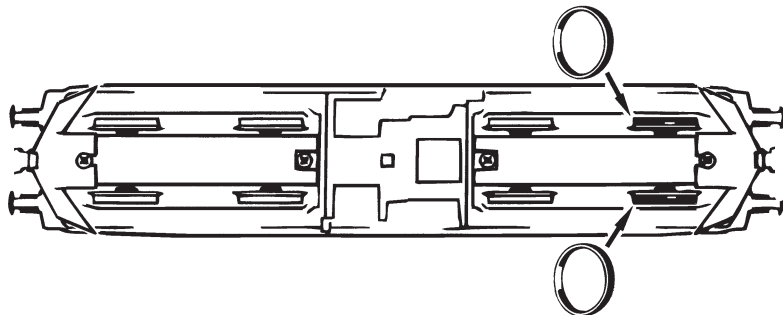
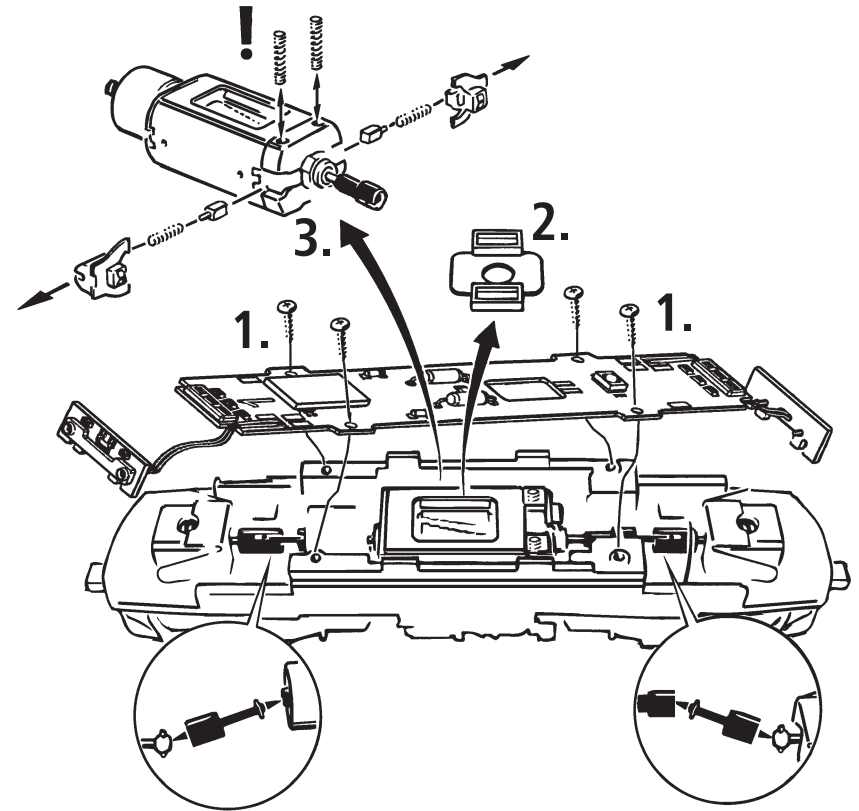
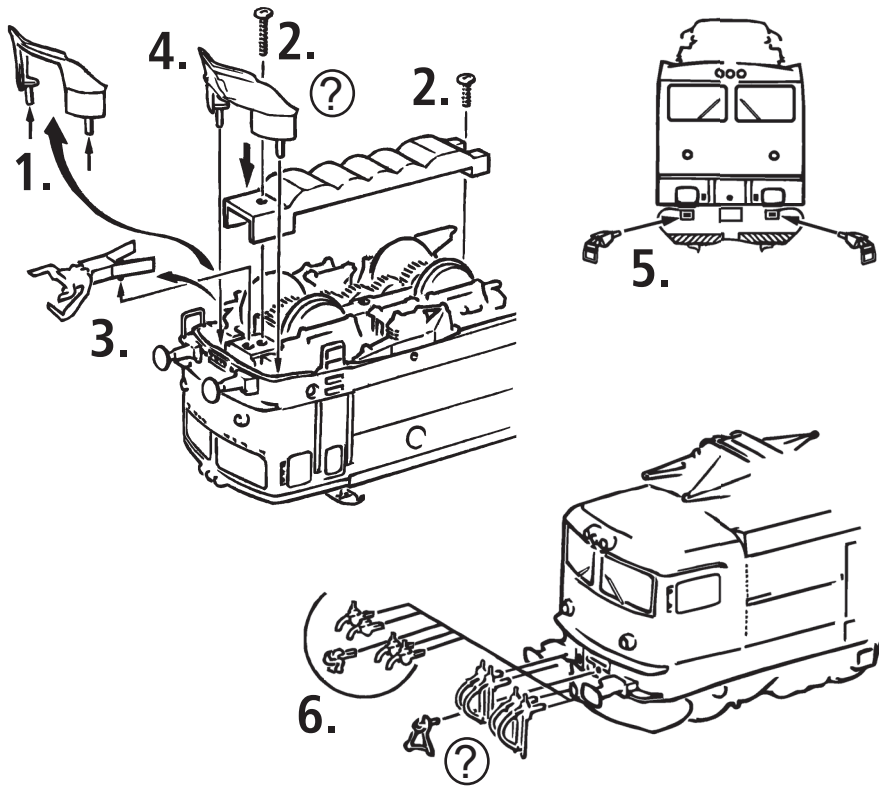
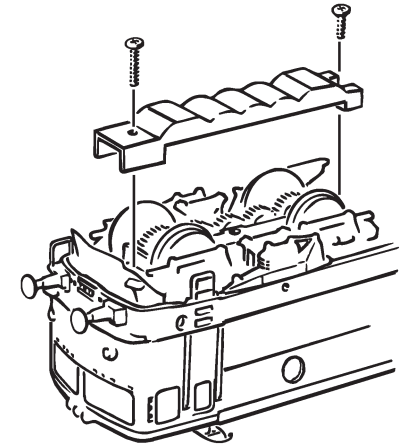

Fig. 8
Fig. 9
Fig. 3
Fig. 5
**Mehrzugbetrieb:** Zuerst Lokgehäuse abnehmen (Fig. 3). Danach den Brückenstecker aus der Schnittstelle entfernen (diesen sorgsam aufbewahren). Danach den Stecker des Steuerbausteins lagerichtig einsetzen (siehe Fig. 5).
**2. Schmierung:** Versehen Sie die im Schmierplan in Fig. 8 gekennzeichneten Stellen mit nur **kleinen Öltropfen**. Dazu zuerst das Lokgehäuse abnehmen (Fig. 3). Wir empfehlen den ROCO **Öler Art.-Nr. 10906**. Fürs Schmieren der Getriebeteile (Zahnräder, Schnecke) empfehlen wir das **ROCO-Spezialfett Art.-Nr. 10905**. Im Falle der Schmierung diese Teile **nicht ölen**.
**4. Kohlebürstenwechsel:** Lokgehäuse abnehmen (Fig. 3). Danach wird der Motor ausgebaut und die Kohlebürsten ausgewechselt (Fig. 9).
Finally put the plug of the chip into the interface as shown in fig. 5.
**2. Lubrication:** Apply **tiny oil drops** to spots marked in fig. 8. Prior to lubrication dismantle locomotive (fig. 3). We recommend using item no. **10906, ROCO oiler**. For lubrication the gearparts (e.g. cogwheels, worm) we would recommend our ROCO **special grease** (item no. **10905**).
**4. Carbon Brush Changing:** First remove locomotive body (fig. 3), and then the motor (fig. 9).
Tag försiktigt bort pluggen som sitter i kontakten på kretskortet (spara pluggen för framtida bruk). Sätt dit dekoderns kontakt i rätt position (fig. 5).
**2. Smörjning:** Lägg små droppar olja på platserna som vitsas på fig. 8. Tag av lokkåpan först (fig. 3). ROCO:s olja art. nr: **10906** rekommenderas för detta. Använd ROCO:s specialfett art. nr. **10905** för smörjning av kugghjul. Om dessa delar redan är smorda/infettade vänta med smörjning/infettning till ett senare tillfälle.
**4. Byte av motorkol:** Tag av lokkopån först (fig. 3). ag ur motorn och byt motorkolen enligt fig. 9.
voir } Fig.3